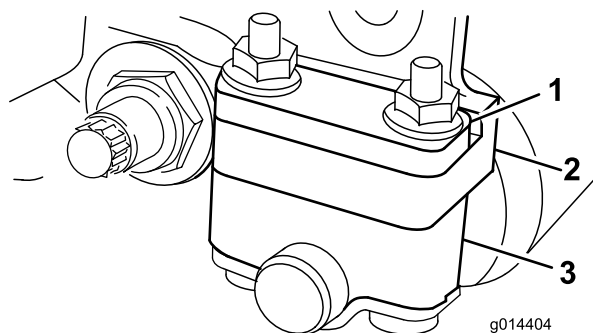
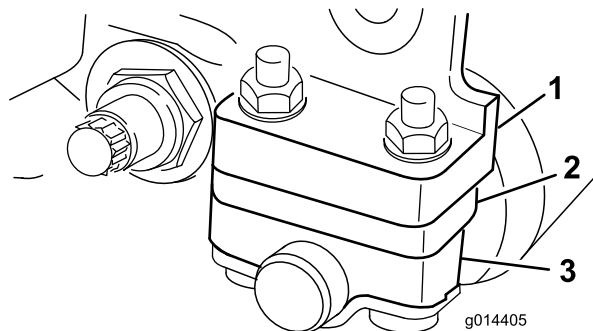

图6
图7
根据您想要的剪草高度范围需要将后滚筒支架图6或图7调整到较低或较高的位置
- 如图6所示当剪草高度设置介于 1.56mm 之间时将隔片放在侧板安装法兰的上方出厂设置。
- 如图7所示当剪草高度设置介于 325mm 之间时将隔片放在侧板安装法兰的下方出厂设置。
4. 需要时将隔片放入滚筒支架上方或下方的螺栓上图6或图7。